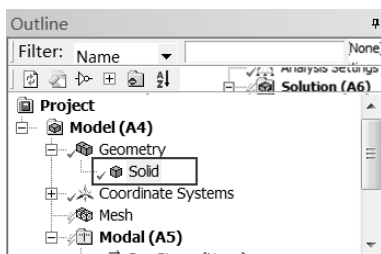

图 6-71 选择 Part 1
Step2：单击 Outline 栏 Geometry 项前部的 按钮，选择 Solid 选项，如图 6-71 所示。